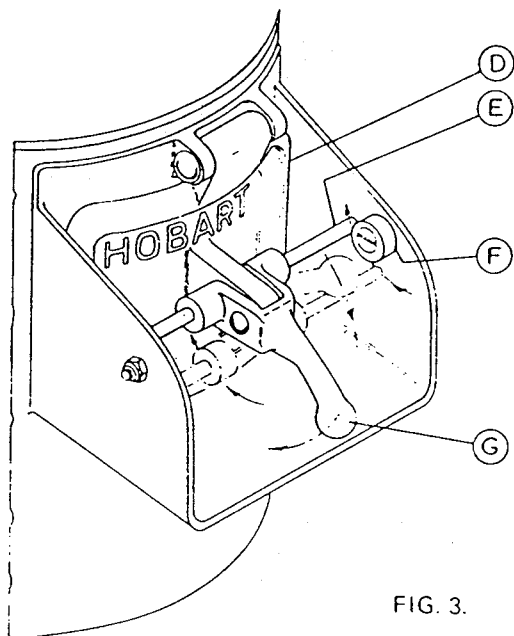

FIG. 3.
1. Schließen und verriegeln Sie die Tür (D Fig 3) der Schutte (D Fig 3) durch Niederdrücken des Griffs (G Fig 3) bis die Stange (E Fig 3) hinter den Nocken (F Fig 3) steht.
Jährlich: Spülen Sie die Lager der Antreibswelle mit einer ölabweisenden Flüssigkeit. Falls die Tür der Schutte leckt, stellen Sie bitte die Nocken (F Fig 3) nach.